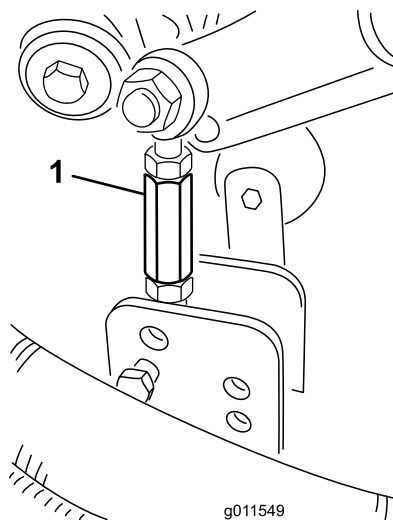

Bild 28
- Entfernen Sie die Splints und Lastösenbolzen, mit denen die Stoßdämpferlenker an den Mähwerkhalterungen befestigt sind (Bild 28).